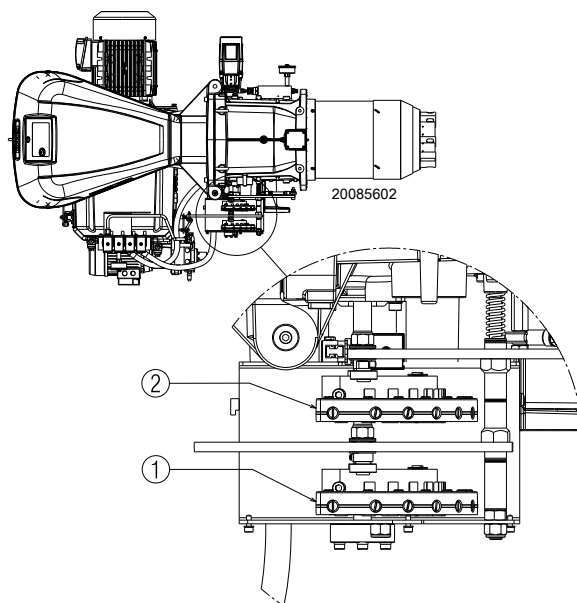
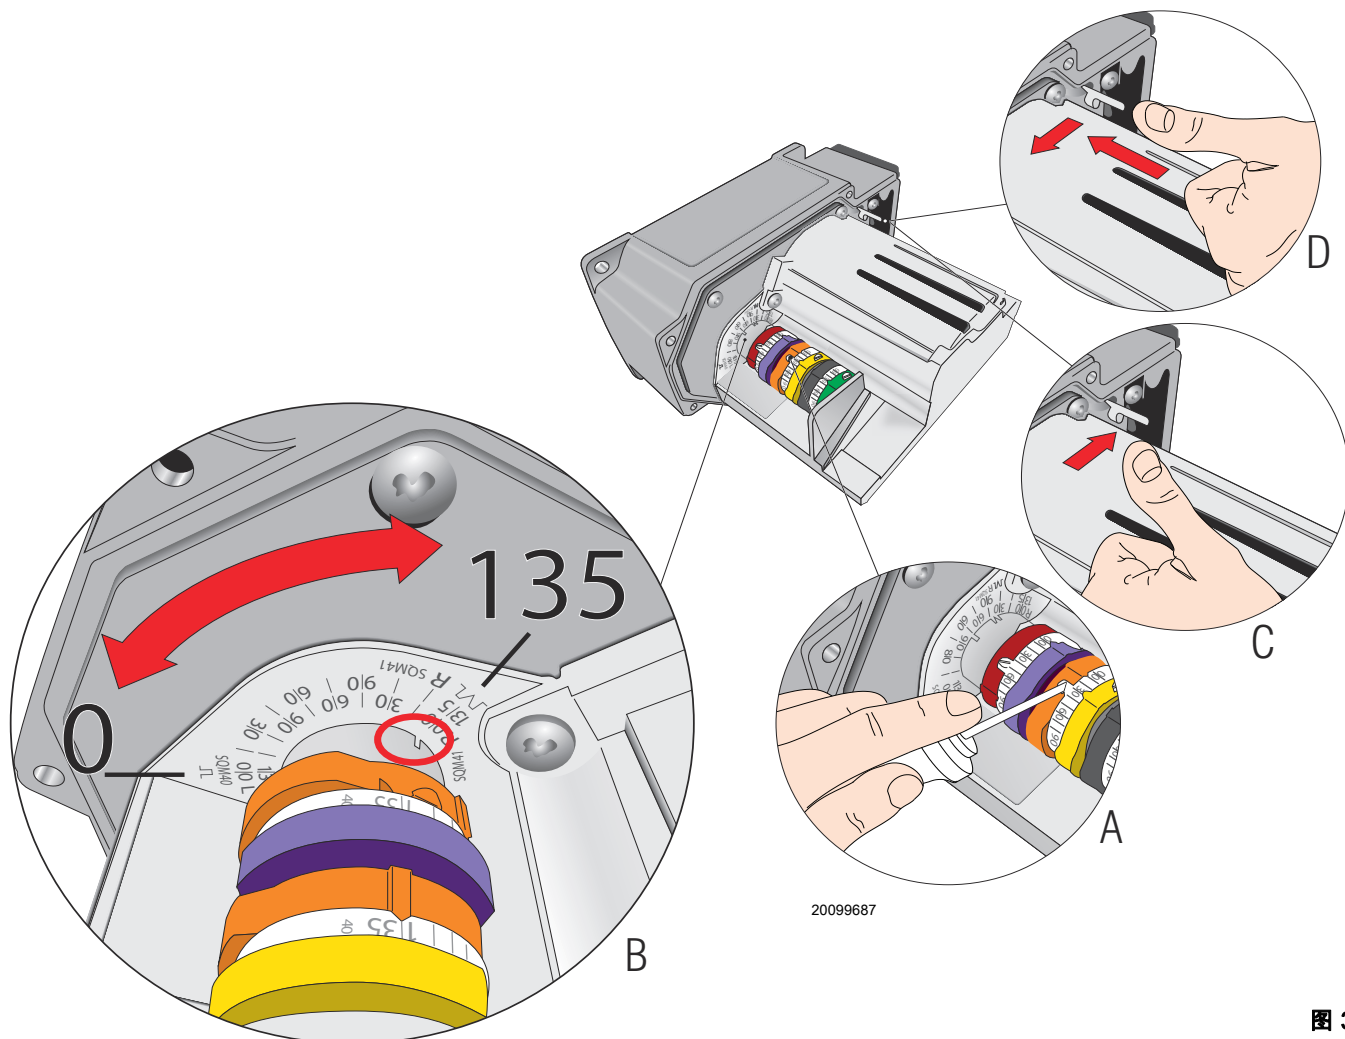

图 35
图 36
通过连接到伺服马达上的两个凸轮可实现燃料 / 空气同步调节，两个凸轮分别作用于风门挡板 1) (图 35) 和燃气蝶阀 2) (图 35) 上。
为了降低燃气压力损失和增大校准范围，建议在最大出力位置将伺服马达调节至接近最大开启角度 (130°)。然后根据所需出力，使用燃气蝶阀上的凸轮 2) (图 35) 调节燃气量。
- 拧松或拧紧凸轮 (第 34 页图 35) 的螺钉 2)，以增加或减少燃气量，使其与相应的风量匹配，达到最佳燃烧状态。
图例 (图 35)
通过转动螺丝 2) 图 35 逐步调节机械凸轮 2) 图 35 的钢带。
要调节凸轮 III) 图 30, 见 图 36 A) 和 B) 。
将开关 1) (图 31) 置于 OFF 处使燃烧器停机；释放机械凸轮 I) 和 II) (图 33) (图 35) 以分离伺服马达的齿轮；按下并推动按钮 3) (图 36 D)，手动前后旋转机械凸轮 I) (图 33) 数次，以检查确认凸轮转动平滑且无任何卡涩。
建议将机械凸轮 I) 和 II) (图 33) (图 35) 通过向上推动按钮 3) (图 36 C) 再次与伺服马达连接。